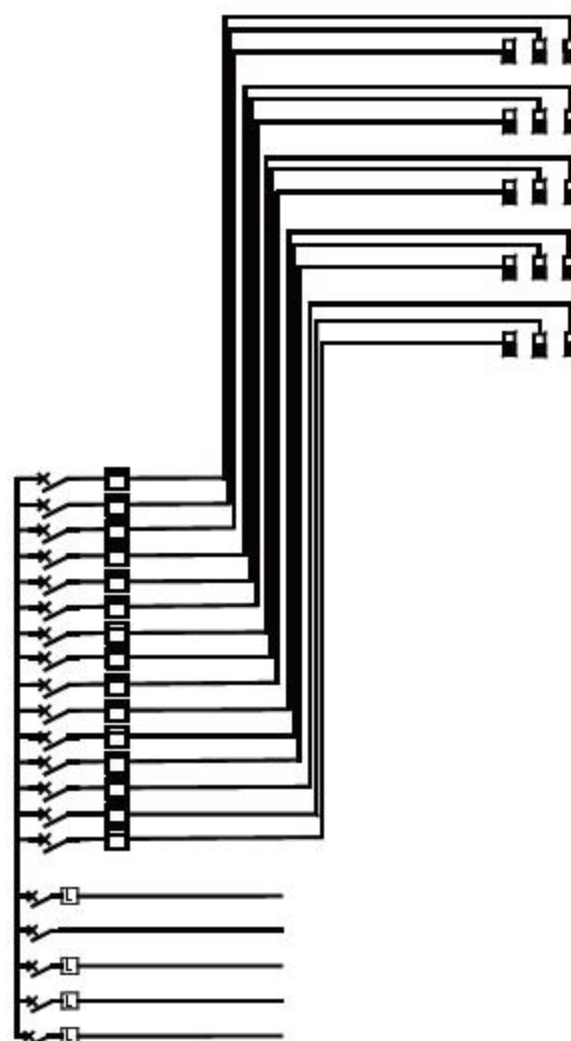

图13-7 布置元件
**06** 调入元件图块。从“素材\第13章\电气图例.dwg”文件中选择开关箱图块，将其复制至系统图中，如图13-7所示。